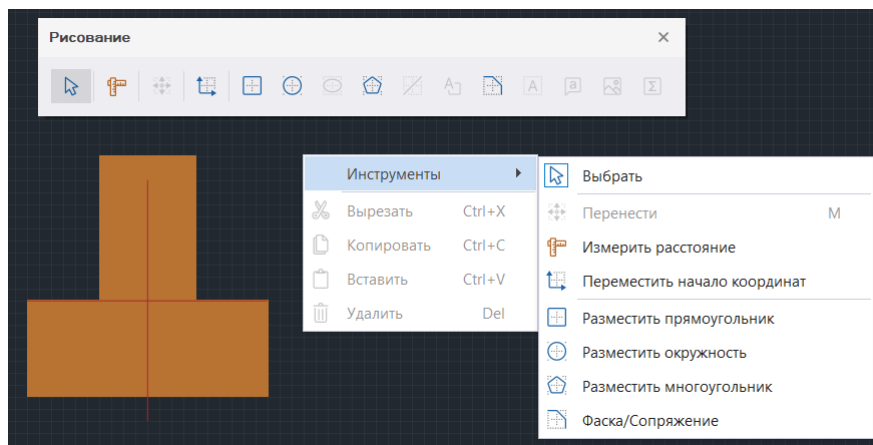

Рис. 52 Выбор инструмента и формирование фигуры
6. Сформировать форму, используя инструменты графического редактора для создания замкнутой фигуры, из панели инструментов «Рисование» или из контекстного меню окна редактора фигуры, см. Рис. 52.